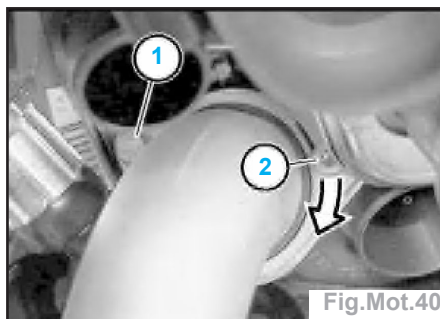

Fig.Mot.40
- Détacher la vis (1) (Fig.Mot.40).
- Desserrer la vis (2).